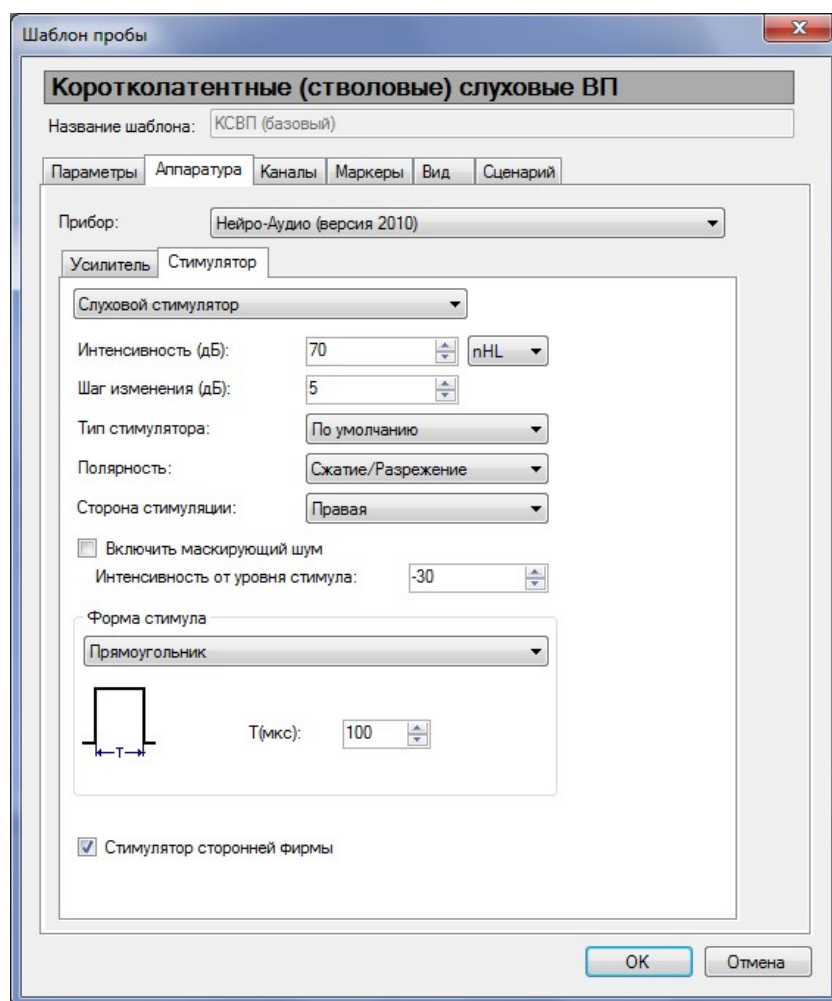

Рис. 22. Настройка запуска регистрации от внешнего стимулятора
3. Запустите программу, в настройках параметров стимуляции установите флажок «Стимулятор сторонней фирмы» (рис. 22).